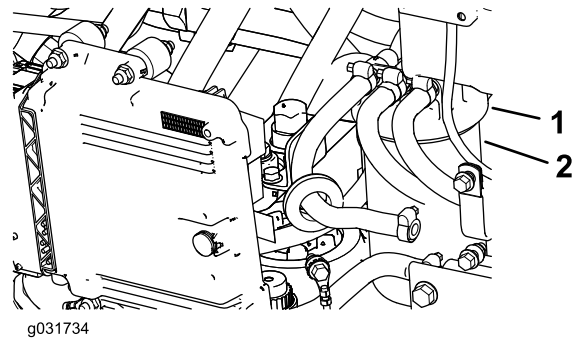

Figura 68
- Pulite le superfici circostanti la testa del filtro del carburante (Figura 68).
- Togliete il filtro e pulite la superficie di montaggio della testa del filtro (Figura 68).